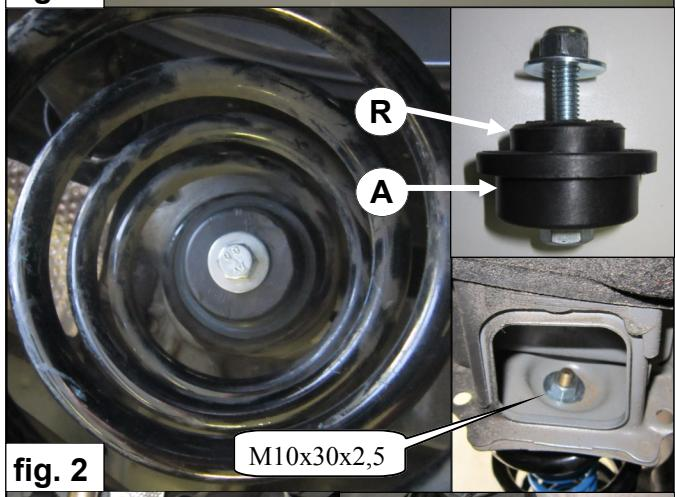

fig. 2
2. Installez le coupelle de ressort supérieur **A** en spacer **R** avec le matériel de montage inclus. La baque de corps plus épais est à l'intérieur de la poutre du châssis. Assurez une bonne centrage de la coupelle de ressort **A**. Tourner le boulon de sécurité. Voir la figure 2.